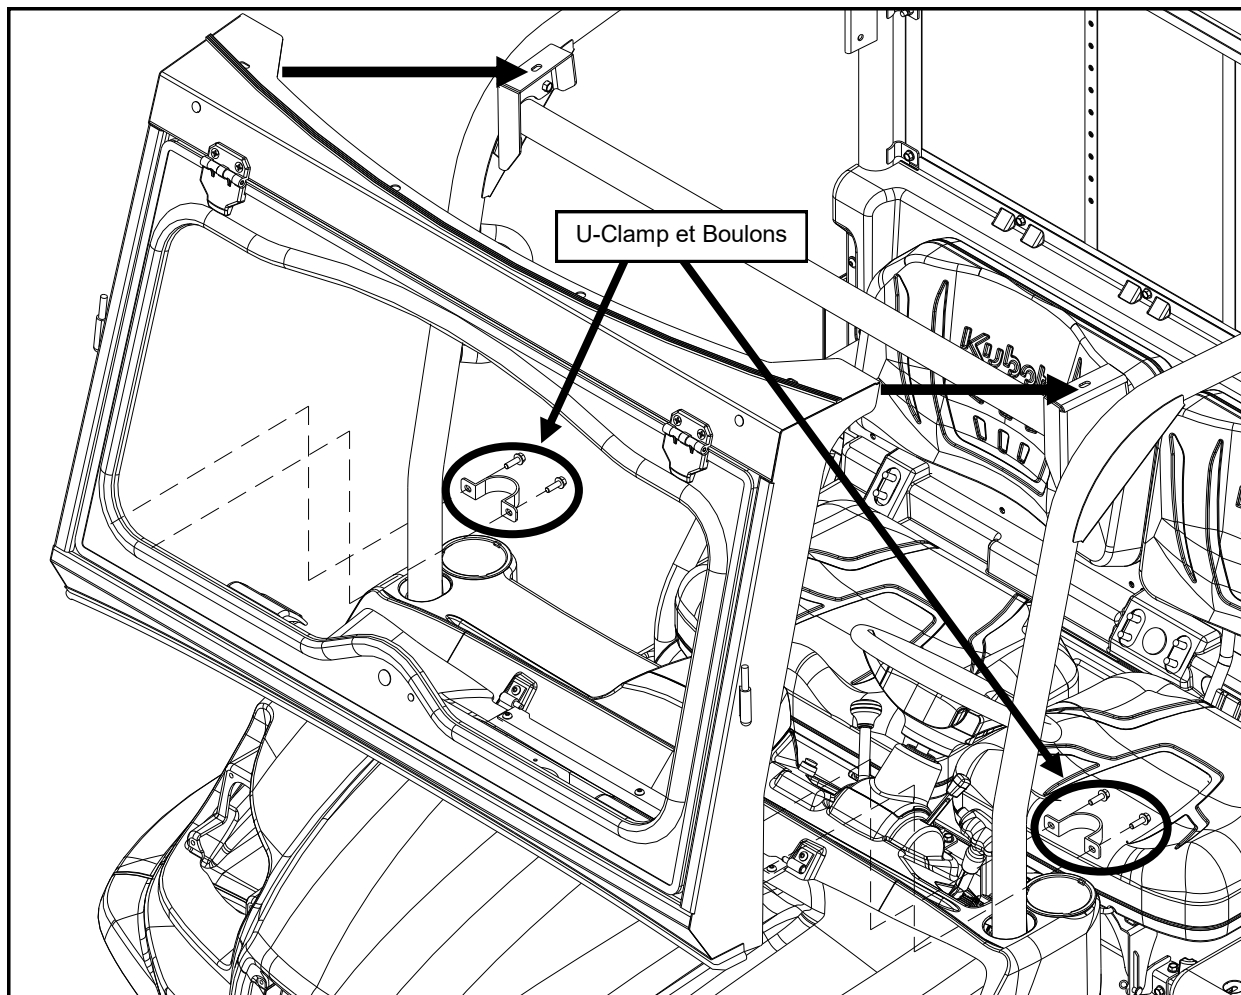

Fig. 2
2. Installez le pare-brise de sorte que les fentes sur la surface supérieure du pare-brise s'alignent avec les fentes dans le dessus de la verrière monte. Voir fig. 2.